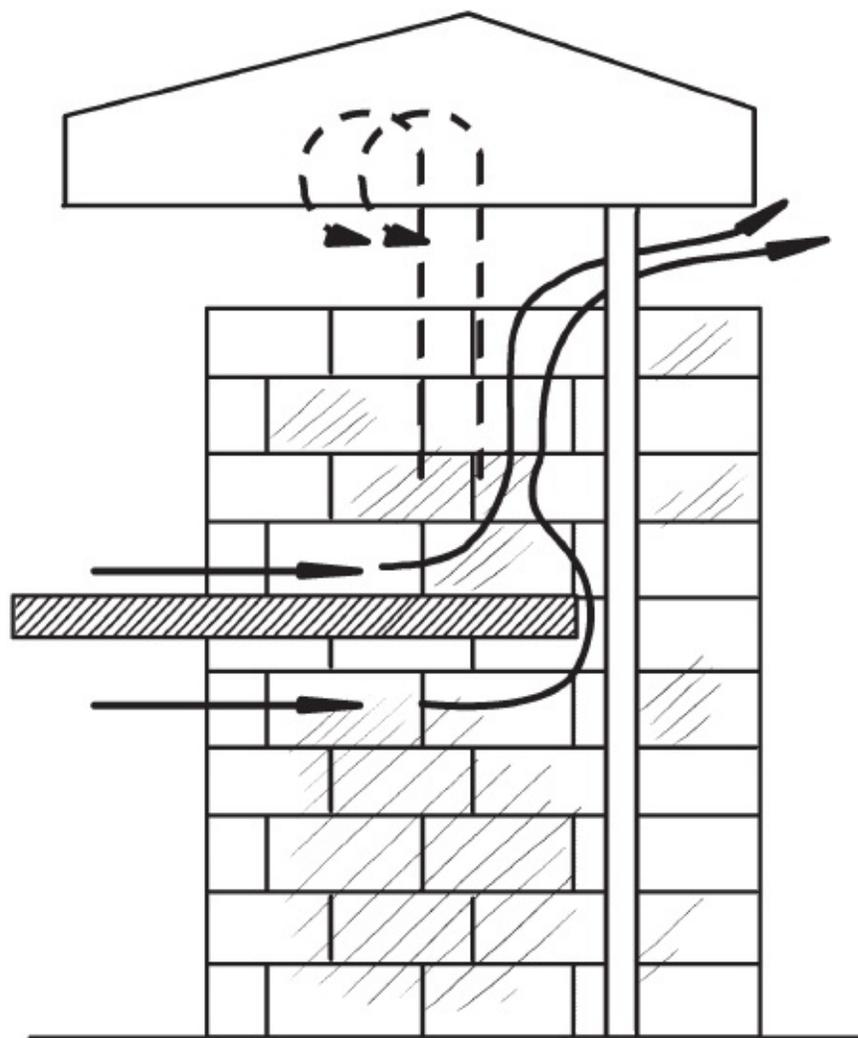

Рис. 74. Установка зонтика и направление тяги
8. Боковые стороны зонта вырежьте из медного (стального) листа, отогните края на 10 мм и приклепайте к крыше, отступив 150 мм от наружных кромок, и несущим трубам, расплющив их сверху. Металлический лист, который будет крышей, согните, используя боковины как шаблон. Расстояние между импровизированным коньком и передним краем должно составлять 50 см. Обратите внимание на то, что зонт имеет асимметричную форму. Плиту не следует придвигать вплотную к задней стенке. Наличие щели и особая форма зонта необходимы для того, чтобы камин меньше дымил (рис. 74).